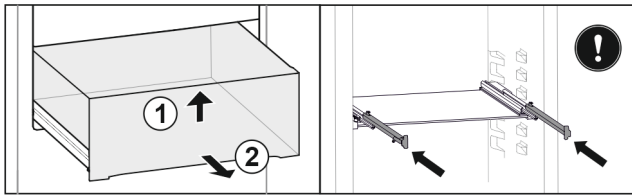

Fig. 82
- ▶ Soulever la partie avant du tiroir. Fig. 82 (1).
- ▶ Retirer le tiroir par l'avant. Fig. 82 (2)